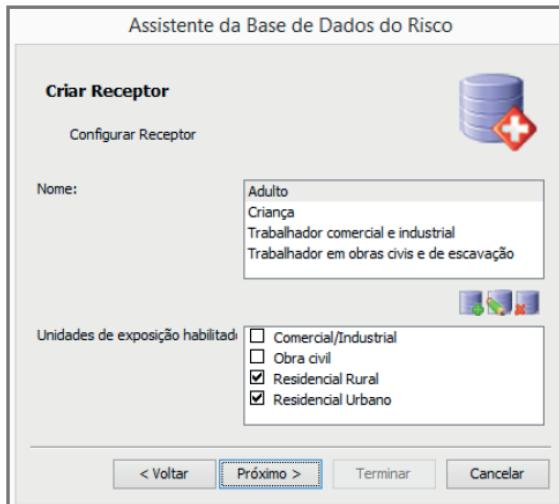

Figura 2.118 Inserção e edição de receptores.
- Criar Receptor: esta janela permite editar os receptores em cada *unidade de exposição* (tipo de uso de solo) da metodologia selecionada (Figura 2.118).